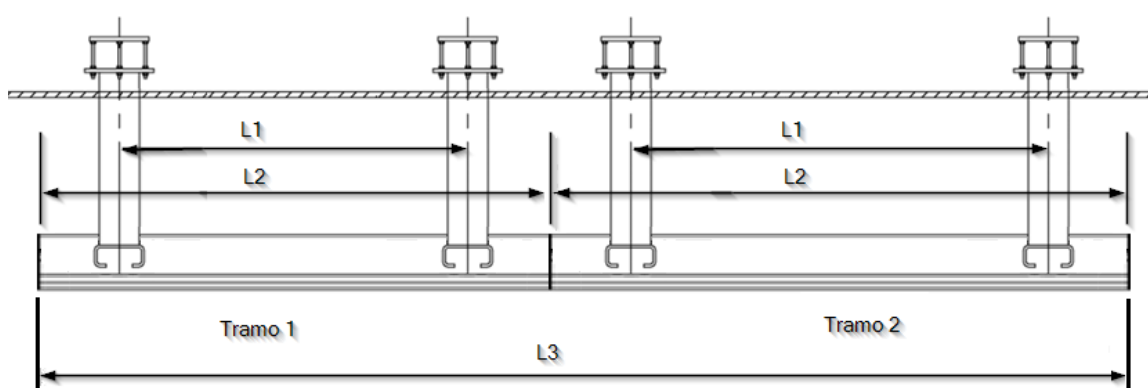

Abb. 5 Teile. Verbindung von zwei Abschnitten eines hängenden Kopfendes
Bewegliches Element, das sich über eine bestimmte Länge innerhalb eines ATLAS-Abschnitts mit einem oder zwei Strukturrohren mit einem Durchmesser von 38 mm bewegt, auf denen weitere Zubehörteile angebracht werden können. Das Rohr kann auf der Drehachse oder auf einem Trapez in einem festgelegten Abstand angeordnet sein. Der Abstand zwischen den Rohren (L) kann 300 mm, 500 mm und 700 mm betragen. In Abbildung 5 ist die Variante mit einem Trapez von 300 und 700 mm und die Variante mit dem Rohr auf der Drehachse dargestellt.
Im Beispiel in Abbildung 5 sind eine technische Schienenanordnung auf den Strukturrohren (Bild in der Mitte in Abbildung 5) und zwei Ablagen zu sehen, eine davon mit Einzelschublade (Bild links in Abbildung 5). Das Bild rechts zeigt den Wagen mit einem einzigen Rohr auf der Drehachse.